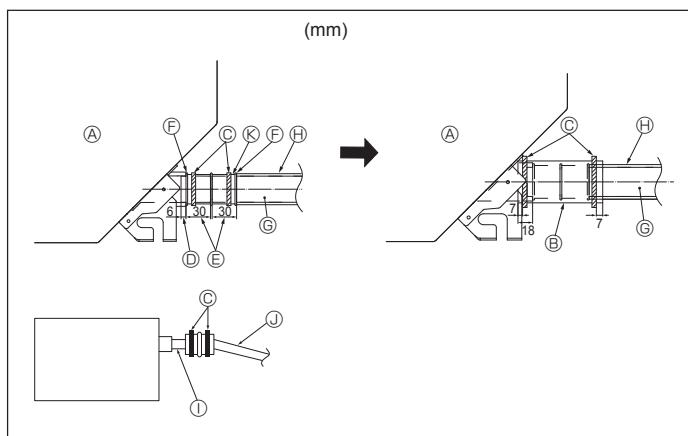

Fig. 5-2
1. Die Ablaßmuffe (mit der Anlage gellefert) an den Dränageauslaß anschließen. (Fig. 5-2)